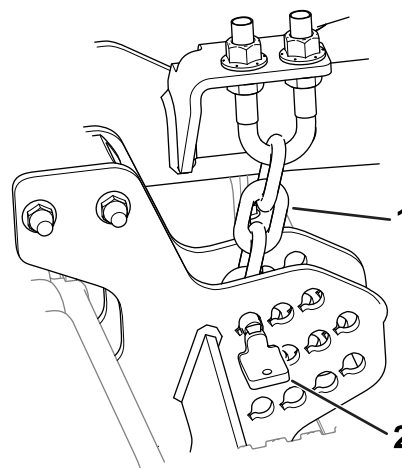

Bild 10
1. Entfernen Sie die Stifte, mit denen die Schnitthöhenketten am Heck des Mähwerks befestigt ist (Bild 10).
sollte gerade nach unten hängen (Bild 10); sie sollte nicht verdreht sein.